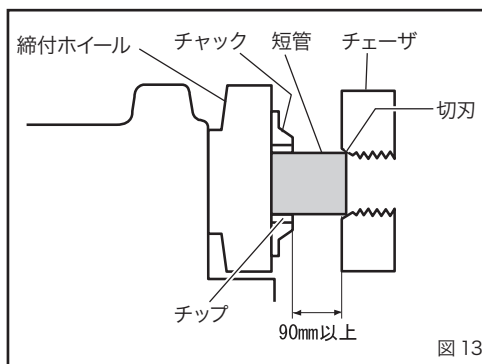

図 13
- ① 後部スクロールおよびチャックをパイプ径より大きく開き、パイプを後部スクロール側から差し込んでください。(短管の場合はチャック側から差し込みます。)
- ② 後部スクロールを締めてから、右手でパイプを支え左手で締付ホイールを回してチャックを軽く締め、パイプにチップをよく合わせてから強くパイプを締め付けます。(反動をつけて締付ホイールを回す)
- ③ パイプの取外しは、反動をつけて締付ホイールを逆方向に回せばチャックが緩みます。次にスクロールを緩めてパイプを取り外してください。
■短管ねじ切りのパイプのつかみ方 (図 13)